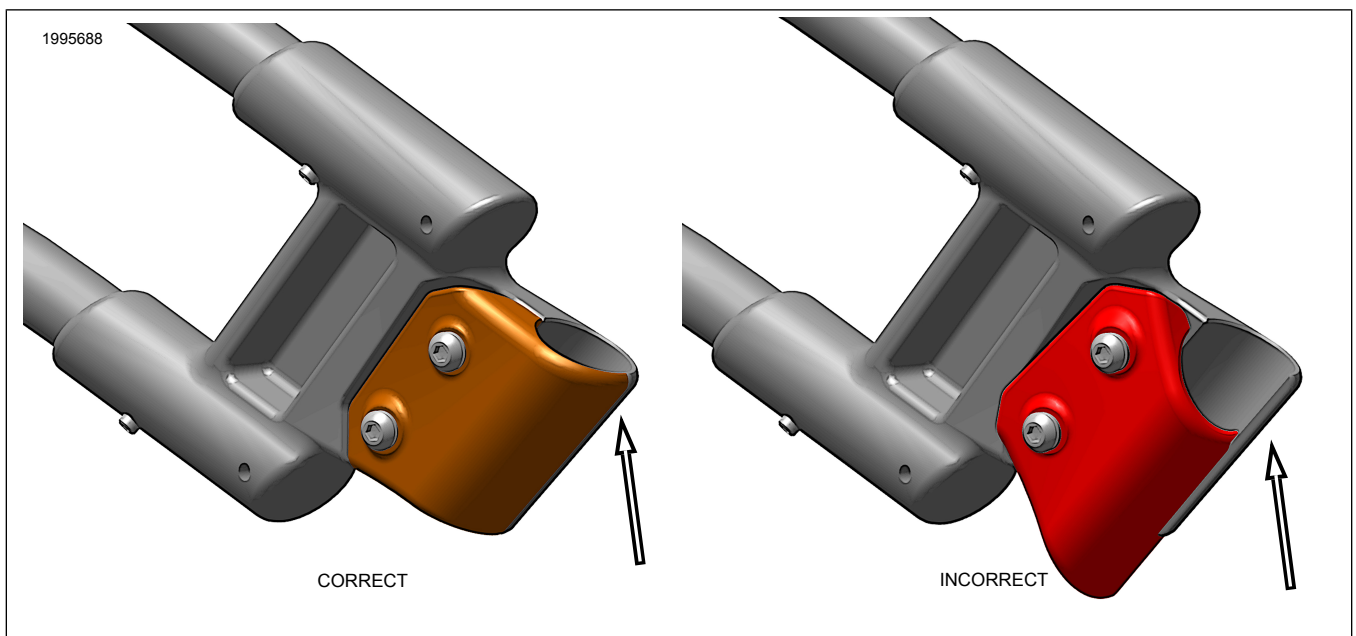

Abbildung 5. Kits 90202916/90202917 – Ausrichtung der Schelle
- d. Siehe Abbildung 5. Bei den Kits 90202916/90202917 die richtige Position der Schelle (links oder rechts) anhand der Markierung auf der Rückseite des Teils ermitteln. Wie abgebildet korrekt einbauen.
- e. Bei den Kits 90202916/90202917 die vorderen Schellenschrauben (9) festziehen.